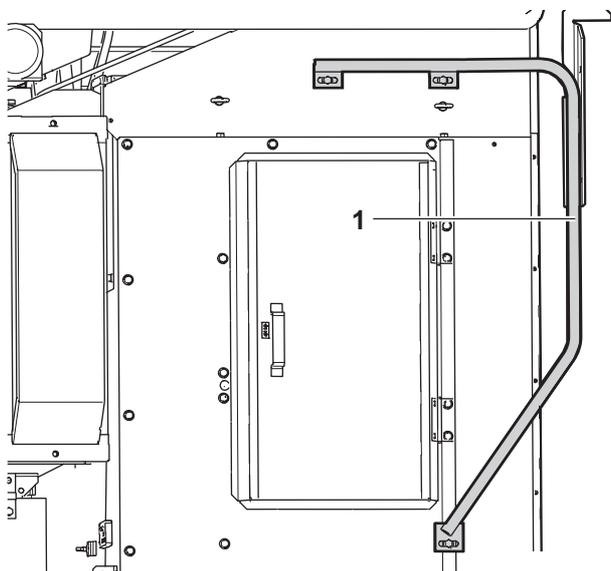

図 2-13
11. グレンタンク天井部にフレーム（バケット（1）を組み付けます。（手順13.で本締め付けをするので、仮締めにします。）（図2-13）